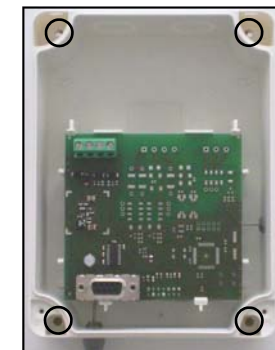

Figure 5 – Trous de fixation
- Percer le nombre de trous requis sur le mur (voir figure 5 pour une indication sur le positionnement des vis dans le boîtier et figure 6 pour les distances entre chaque vis et leur diamètre).